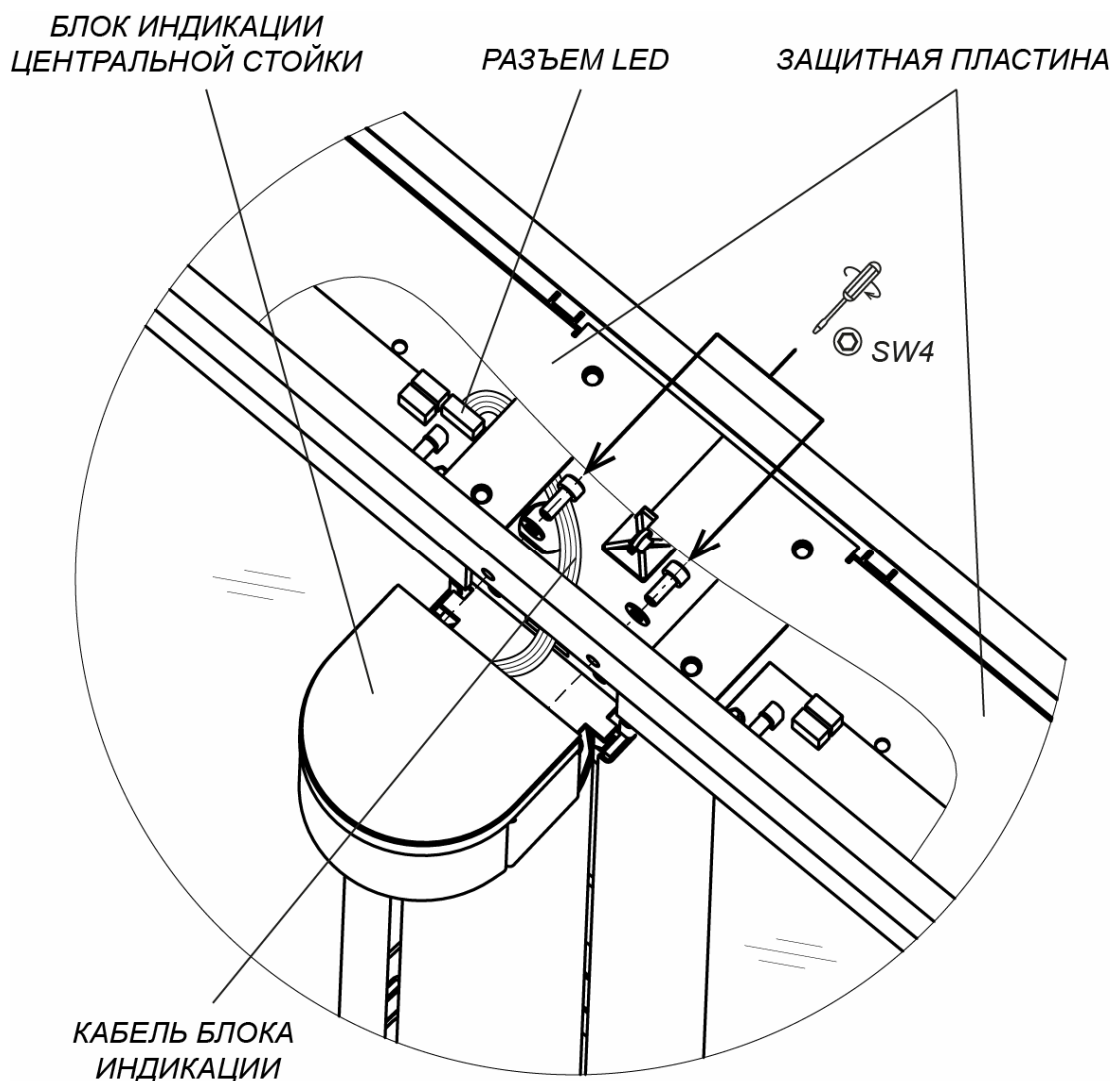

Рисунок 23. Монтаж блока индикации центральной стойки
- Установите две защитные пластины (см. рис. 23, разд. 8.8.6).
Для установки блока индикации центральной стойки (3) (см. рис. 23):
3. Установите блок индикации на площадку, расположенную над поворотной опорой створки, и при помощи шестигранного ключа SW4 зафиксируйте его на верхнем коробе стойки (12), используя два винта M5×12 с шайбами из комплекта поставки.
Снятие блока индикации центральной стойки производится в обратном порядке. Перед этим необходимо демонтировать с секции турникета крышку стеклянную (10) и две защитные пластины (см. разд. 8.8.7, рис. 23, 24).
Перед монтажом крышки стеклянной (10) необходимо в верхнем коробе установить на свои места две защитные пластины (см. рис. 23).